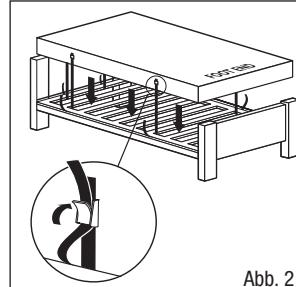

Abb. 2
3. Befestigen Sie die Matratze mit den verstellbaren Gurten am Bettrahmen: Führen Sie die Gurte um die Matratzenauflageschiene des Bettrahmens und befestigen Sie sie mit den Schnallen (Abb. 2), sodass sich die Komponenten am elektrischen Bettrahmen bewegen können. Dies ist wichtig, da es verhindert, dass sich die Matratze vom Bettrahmen löst und sich der Patient möglicherweise verletzt. Für die Verwendung mit Diwan-Betten ist ein Gurtverlängerungssatz erhältlich (Teilenummer 11062).